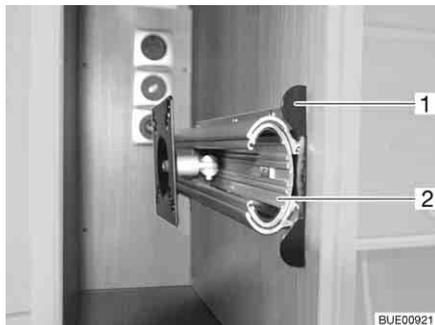

Fig. 72 Suporte no móvel para televisão
- Empurre para dentro a régua de destravar (Fig. 72,1).
- Puxe o esticador (Fig. 72,2) para fora até ao encosto.
- Desloque para dentro o esticador (Fig. 72,2) até que a régua de destravar (Fig. 72,1) encaixe.